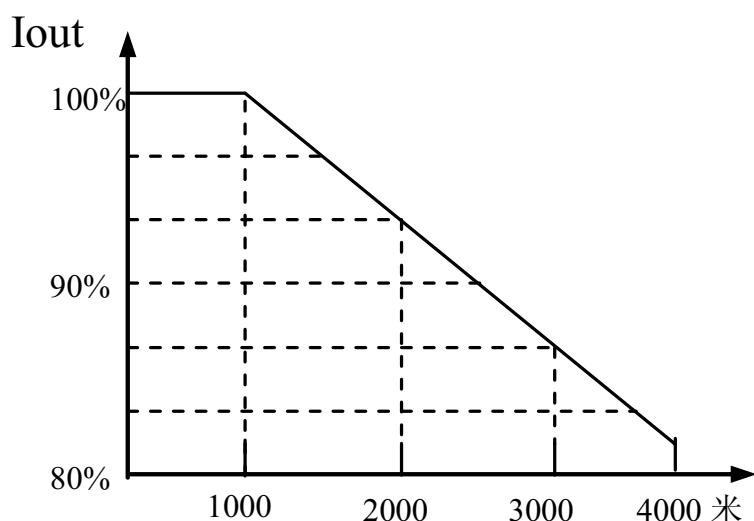

图 5-1 变频器降额曲线图
- 在海拔高度超过 1000 米的地区，由于空气稀薄，变频器的散热效果会变差，此时需降额使用。一般每升高 1000m 需降额 10% 左右。降额曲线参见图 5-1。